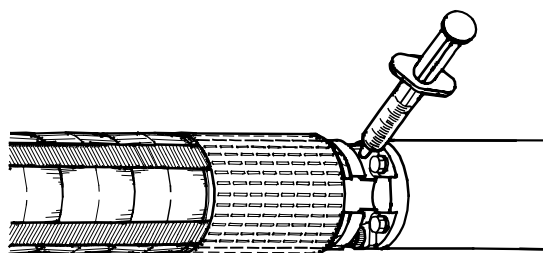

Fig. 7 Fyllningsventilens placering
1. Peta ut filtret framför ventilen överst på motorn med hjälp av en skruvmejsel. Har filtret en skåra, skall det skruvas ut. Påfyllningsventilens placering framgår av fig. 7.
2. Tryck påfyllingssprutan mot ventilen och pumpa in vätska, fig. 7. Trycks ventilkägglan för långt in kan den skadas och ventilen kan då bli otät.